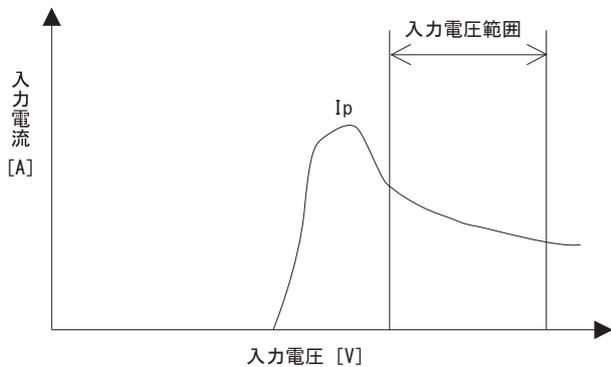

図2.2 入力電流特性
- 入力電源には、DC-DCコンバータ立ち上げ時の電流 $I_p$  (図2.2) を考慮した、充分余裕のある電源を設定してください。